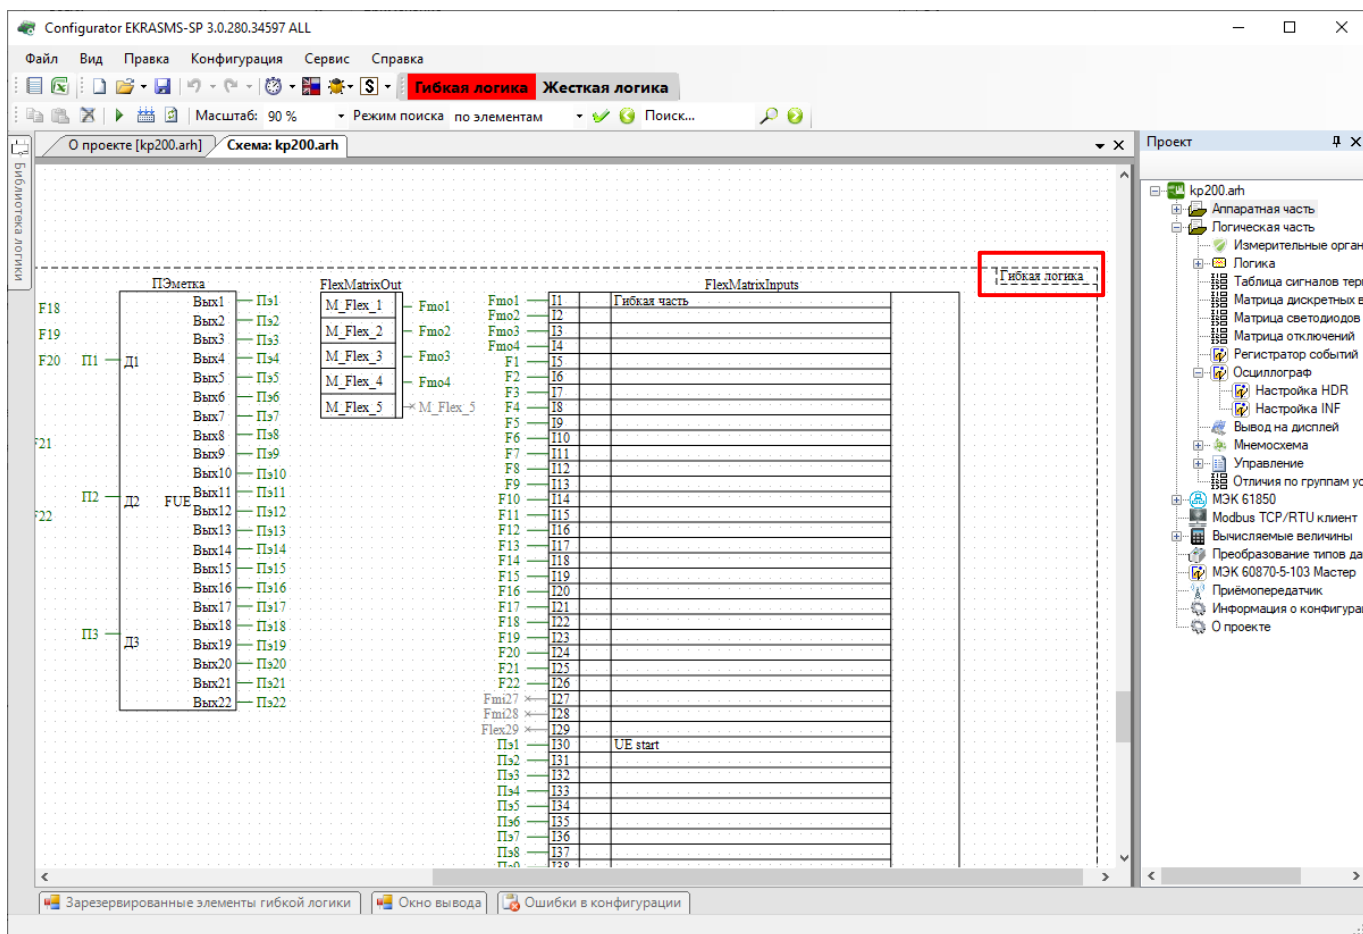

Рисунок 4.17
4.3.1 Выбрать в пункте меню «дерева» проекта **Логическая часть** → **Логика** (см. рисунок 4.17).
Область гибкой логики всегда находится в нижней части схемы логики, после элементов жесткой логики (см. рисунок 4.17).